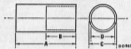

Abb. Nr. 19
- (35) Arbeiten vornehmen wie unter (21) bis (24) aufgeführt.
- (36) Die drei Spornbolzen abnehmen.
- (37) Ein Bohr von den in Abb. Nr. 19 gegebenen Abmessungen über die Schleifringform setzen, so daß es gegen den Lauf ring des Schleifringlagers anliegt und Lager vorsichtig aus seinem Gehäuse treiben.
- (38) Wellenmutter, Unterlegscheibe, Riemenscheibe, Lüfter und Wellenfeder abnehmen.
- (39) Läufer von Ankerseitigen Lagerabstich abdrücken.
- (40) Sprengring abnehmen, der das ankerseitige Lager sichert und Lager abnehmen.
- (41) Feldverbindungen von Schleifring loslöten und Aggregat von der Läuferwelle abheben.
- (42) Schleifringlager ausbauen.